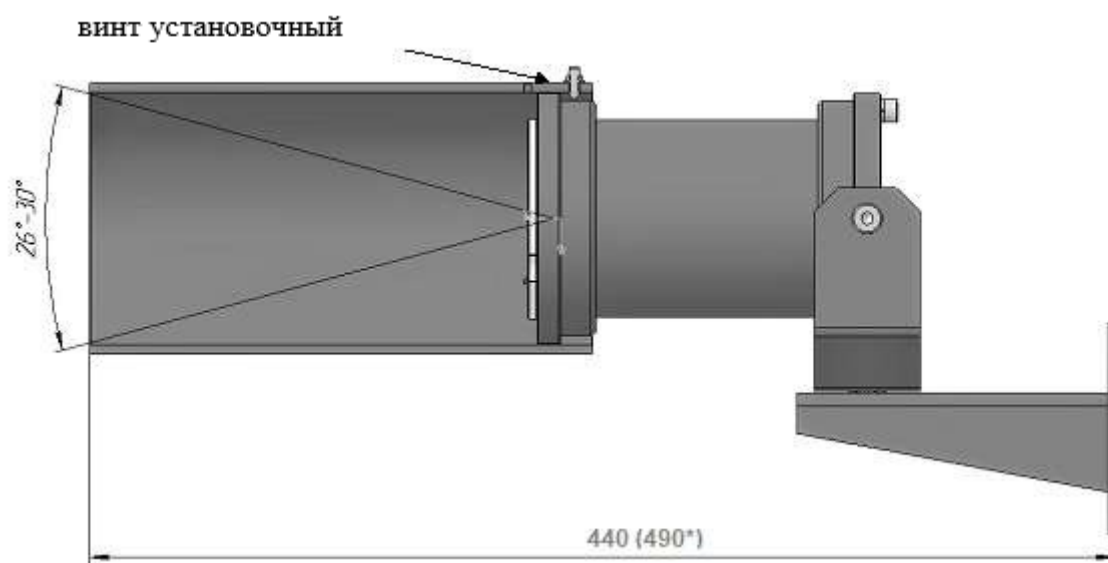

Рис. 2 – Установка оптической бленды Спектрон-01-М на извещатель, положение №1
Оптические бленды предназначены для снижения угла обзора извещателя на защищаемую зону. Угол обзора извещателя с установленной блендой может варьироваться в интервале от 26° до 34°, в зависимости от положения закрепленных установочных винтов, рис. 2 и 3.
- положение №1 позволяет выставить угол обзора извещателя от 26° до 30°, рис. 2.
Закрутить в предусмотренные отверстия в бленде, 3 установочных винта и законтрить гайкой (входящих в комплект поставки), рис. 2 и 3.